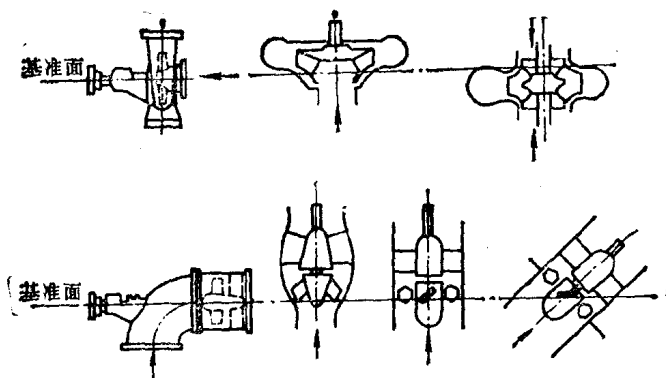

图15-2 泵的基准面
d. 基准面 通过叶轮叶片的水平面 (图15-2)。多级泵以第一级叶轮为基准，立式泵和双吸泵以上部叶片为基准。